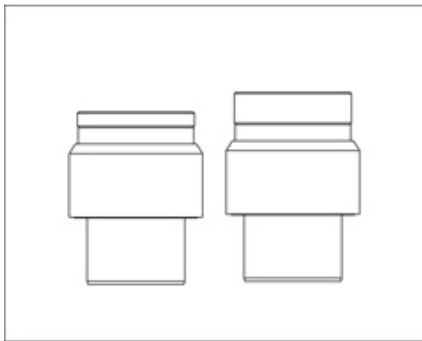

Fig. 21
5.6. Using the Eye Shades (Fig. 21)